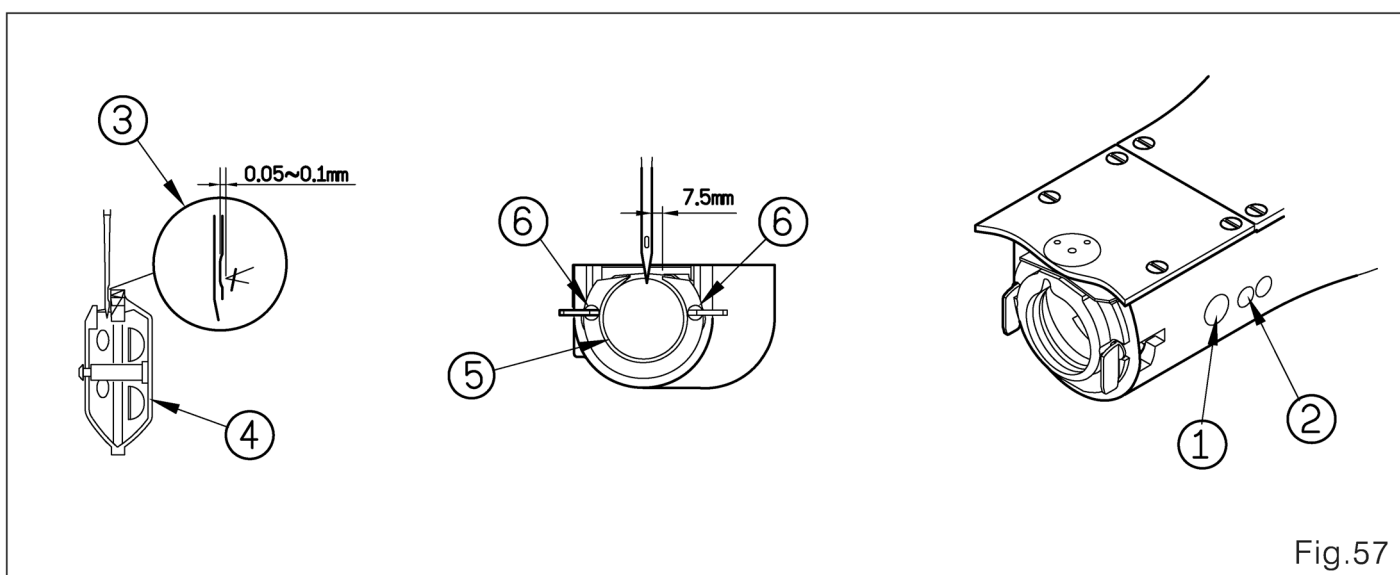

Fig.57
4. Ajuste a folga da agulha (Fig.57)